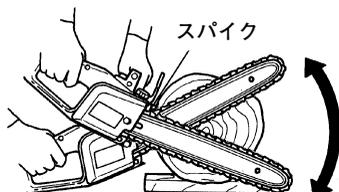

図 10
- (3) 太い木材の場合は、本体の前部についているスパイクを切断する木材に当て、このスパイクを支点として、テコ運動をしながら切断します。(図10)